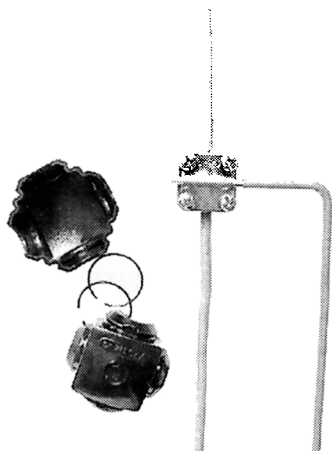

Рис. 2.18. Кабельный сжим
**Кабельные сжимы** — эти приспособления помогают соединять жилы проводов, не разрезая ТПЖ. Сжим состоит из плашки с винтами и карболитовой коробки (рис. 2.18). Используется для ответвления проводов от основной (магистральной) линии.